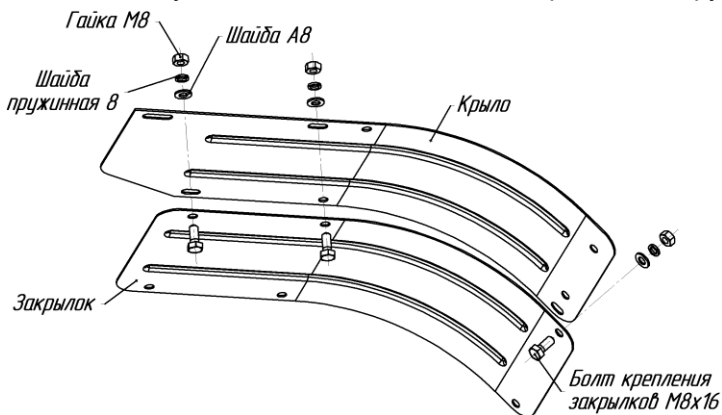

Рис.9. Схема крепления закрылков (дополнительных крыльев)
30. Защитные устройства и щитки должны быть установлены на соответствующие места и надежно закреплены с помощью исправного стандартного инструмента (рис.9).
12. При работе с фрезами-культиваторами необходимо установить закрывки (рис.9).